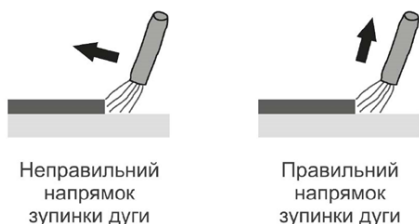

Рисунок 6. Напрямок зупинки дуги під час ручного дугового зварювання («ММА»).
5. Для зупинки процесу зварювання відвести електрод від поверхні деталі на достатню відстань (рис. 6).
1. Для отримання міцного зварювального з'єднання, крім правильного вибору зварювального струму, необхідно забезпечити правильне положення електрода до поверхні зварювання. Кут нахилу електрода бажано встановлювати у $60-80^\circ$ (рис. 6). Занадто великий кут нахилу електрода призводить до утворення пористого зварювального шва, а занадто малий — до утворення великої кількості бризок металу, дуга стає нестійкою.